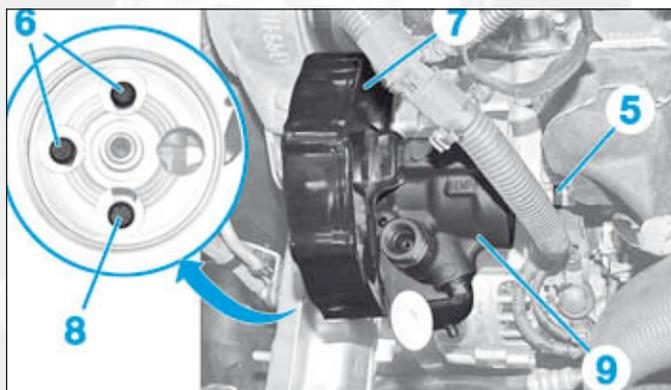

FIG. 14
- la vis (5) (Fig.14),
- les vis (6) à travers la poulie,
- la protection (7).
- Desserrer la vis (8).
- Faire pivoter puis déposer la pompe d'assistance de direction (9).